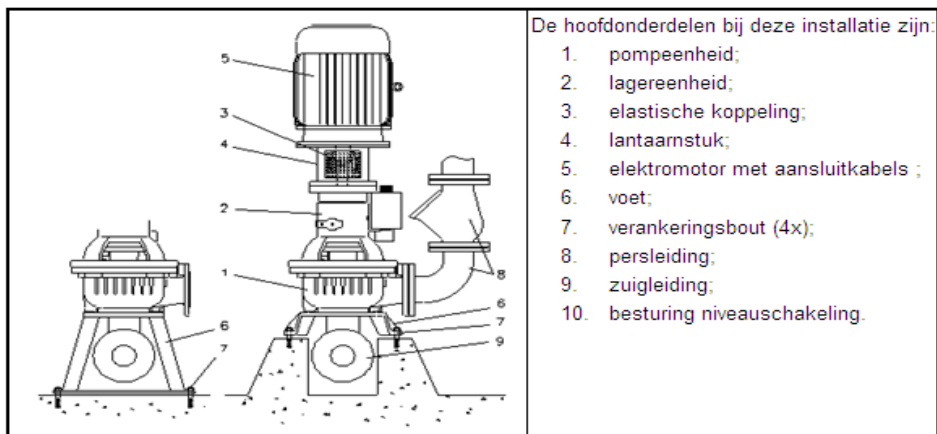

Fig. 7.4
Verticale opstelling op voet, zie fig. 7.4.
- De voet wordt verankerd aan de fundatie d.m.v. de 4 bevestigingsgaten, zie fig. 7.4 pos. 7.